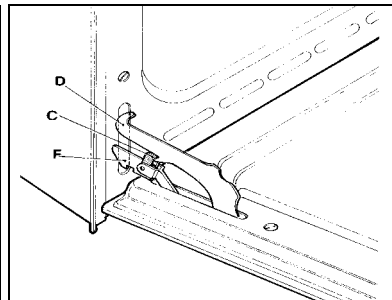

Fig. 40
**Den Haken C (Bild 40) in das Scharnier D einhängen. Die Tür halb auf stellen und mit den Händen die Tür zu sich ziehen, bis sie sich aushängt. Um die Türe wieder einzuhängen, andersherum vorgehen, dabei die zwei Sektoren F korrekt einführen.**